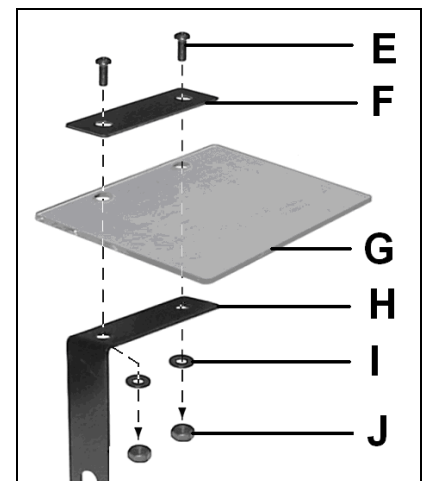

Fig 2
Schrauben Sie 2 Linsenkopfschrauben (E, Fig 2) durch das Klemmblech (F), das Sichtglas (G), den Montagewinkel (H), die Scheiben (I) und ziehen sie die Muttern (J) fest.